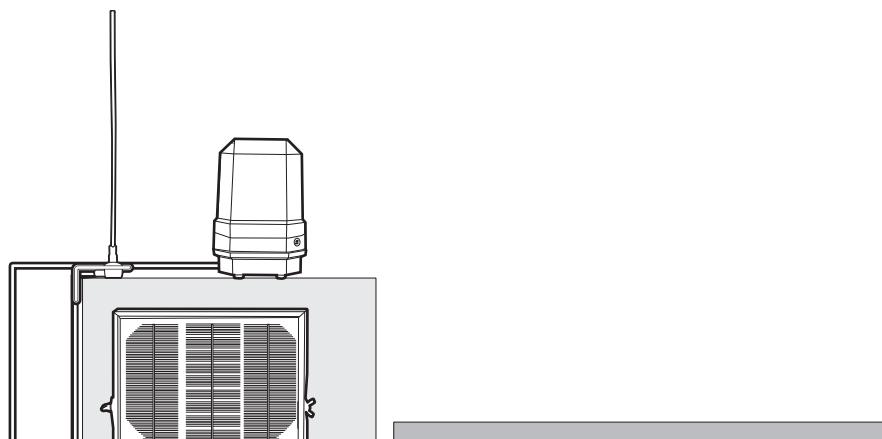

Figure 53
- 1- Fixer l'antenne additionnelle en haut du pilier (à côté du feu clignotant) (**Figure 53**).